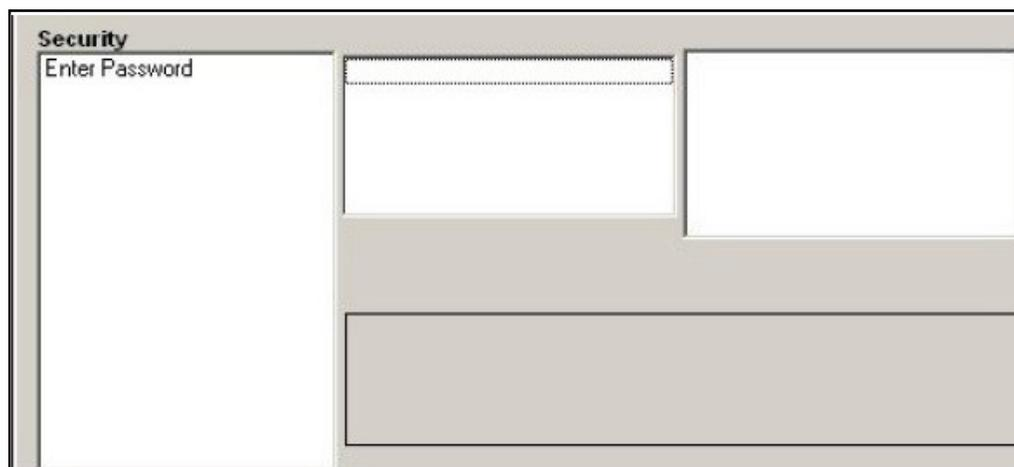

Figure 47 : Fenêtre de mot de passe
2. Si le système est verrouillé, la fenêtre est similaire à la Figure 47 ci-dessous.